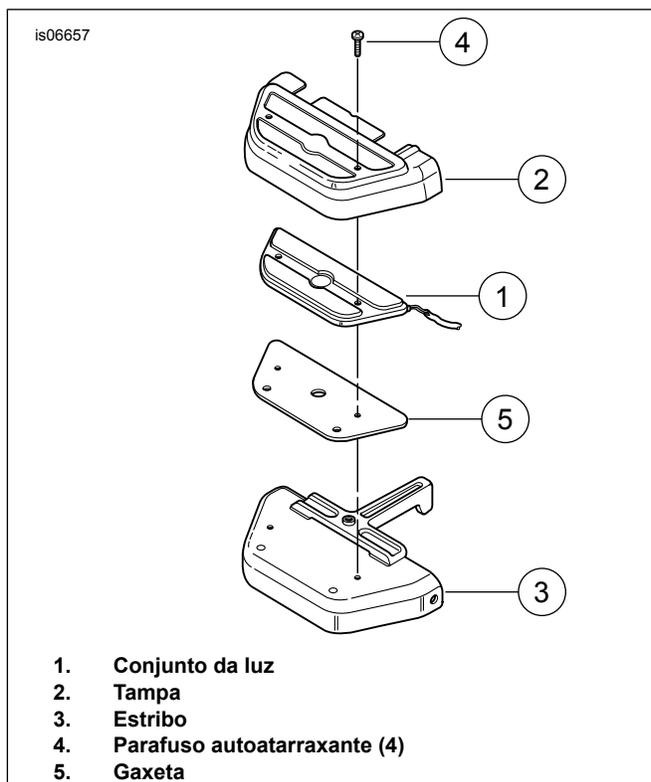

Figura 3. Instalação da tampa do estribo
1. Veja Figura 3. Monte o conjunto de luzes (1) em cada tampa (2) e coloque o conjunto de luz e tampa sobre a parte inferior de cada estribo (3). Marque o local dos furos de montagem.
5. Veja Figura 3. Aplique óleo leve nas roscas dos quatro parafusos autoatarraxantes (4) fornecidos no kit. Instale metade dos parafusos nos dois furos perfurados em cada estribo (3); isso começará a formar roscas no estribo. Remova os parafusos, limpando qualquer material solto dos furos e todo óleo restante nos estribos.
6. Veja Figura 3. Coloque a gaxeta (5) em cada estribo, mas não remova a parte traseira até verificar o alinhamento. Coloque o conjunto de luzes (1) em cada estribo (3) e verifique o alinhamento da gaxeta e do conjunto de luzes. A gaxeta deve ficar rente ao conjunto de luzes em toda a volta da luz. Se necessário, marque a posição correta da gaxeta.
7. Remova a parte traseira da gaxeta (5) e aplique em cada estribo (3).
8. Instale o conjunto de luzes (1) e a tampa (2) em cada estribo usando dois parafusos autoatarraxantes (4) fornecidos no kit, assentando totalmente cada parafuso.